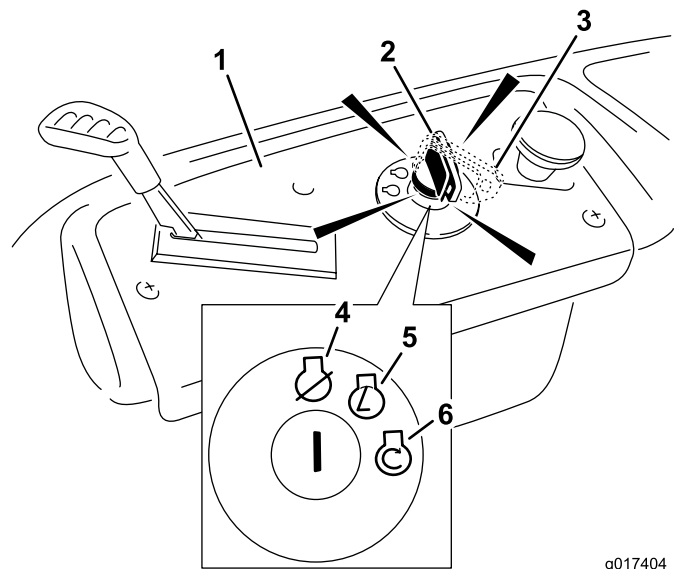

Figure 13
4. Tournez la clé de contact en position de démarrage pour activer le démarreur. Relâchez la clé quand le moteur démarre (Figure 13).
2. Placez la commande d'accélérateur à la position haut régime (Figure 13).